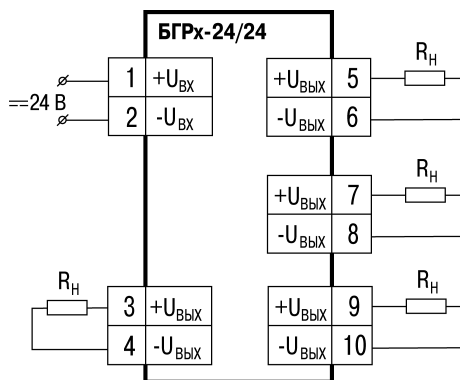

Рисунок 2 – Схема подключения
5.4 Монтаж блока производить в соответствии со схемой подключения (рисунок 2).